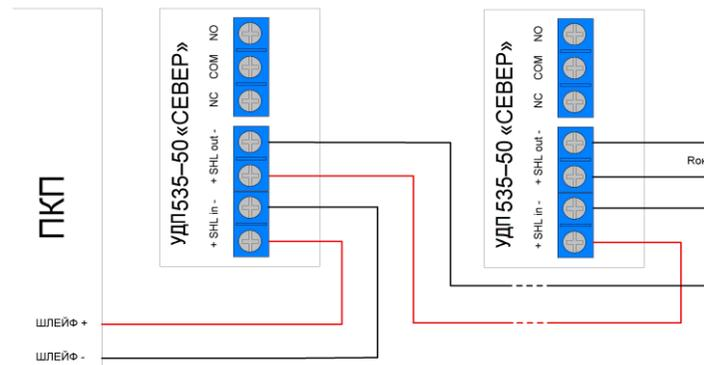

Рис.2. Схема подключения устройств в шлейф
3. Подключите провода шлейфа через герметичные кабельные вводы к клеммам на плате извещателя согласно схеме приведенной на Рис.2